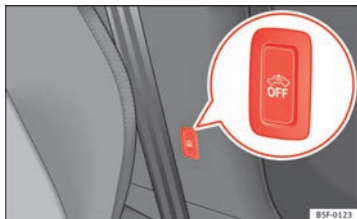

Abb. 53 Taste für Innenraum-/Abschleppschutzüberwachung
- Um die Innenraum- und Abschleppschutzüberwachung auszuschalten, schalten Sie die Zündung aus und drücken Sie die Taste ⇒ Abb. 53. Die Kontrollleuchte in der Taste leuchtet.